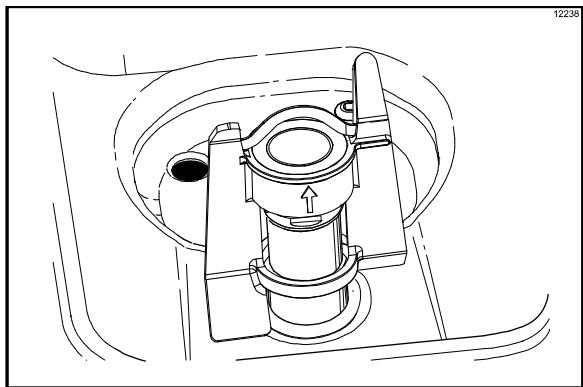

Рисунок 62
**Внимание!** Заполните смесью бачок до указателя уровня заполнения на лопасти перемешивателя. (См. рис. 62)